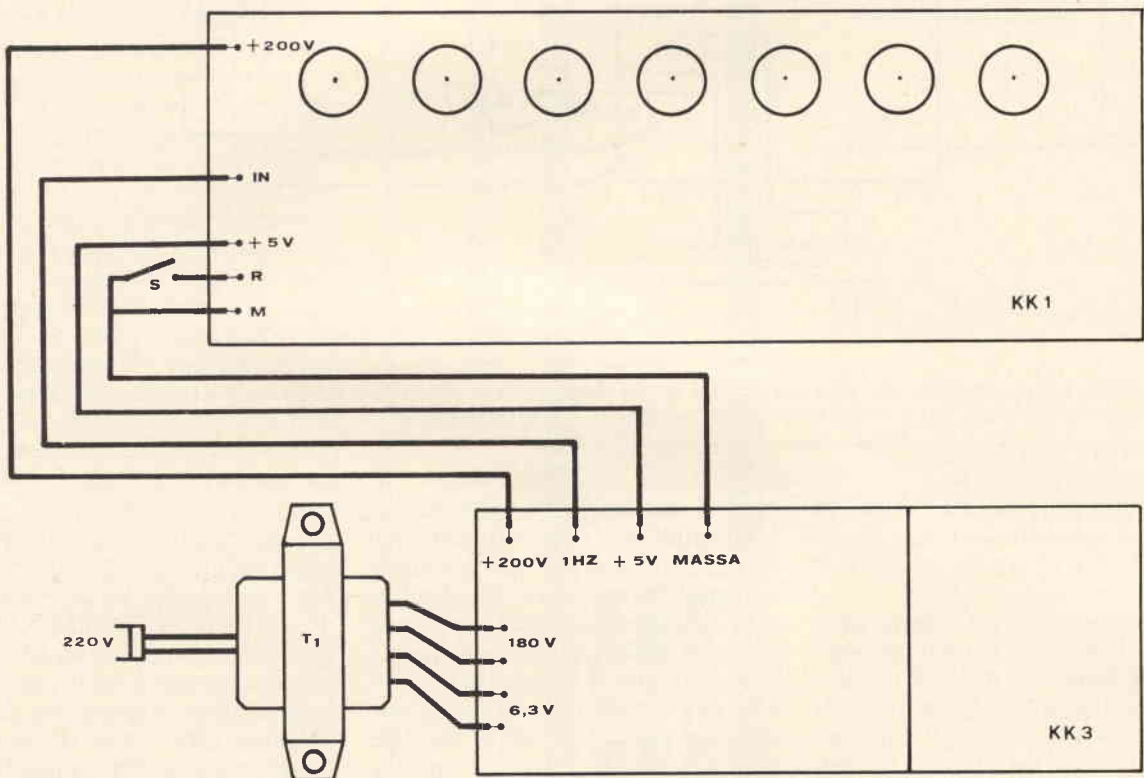

Fig. 5 - Circuito di prova della bassetta di conteggio (vedi testo).
Vedrebbe in tal caso, se tutto funziona perfettamente, un segnale del tipo riportato in fig. 8, ripreso da un oscilloscopio con asse Y posto alla sensibilità di 2 V/cm e la base dei tempi a 250 ms/cm. Terminata questa prima serie di prove con esito positivo, possiamo senz'altro realizzare il circuito di fig. 5 usando oltre al circuito alimentatore KK3, il circuito di conteggio KK1, di cui controlleremo il regolare funzionamento.
fig. 5 dovremo, **con S chiuso**, vedere le valvole nixie illuminarsi e contemporaneamente iniziare il conteggio sulla prima, al ritmo di un secondo. Una volta giunta la prima valvolina al numero 9, essa tornerà allo 0, mentre la seconda segnerà 1 e così via. Non ci resta che controllare che tutte le valvole seguano il normale conteggio di tutti i numeri in ordine.
1) Nello schema di fig. 5 se, dando tensione le valvole si illuminano su di un numero a caso, premete il pulsante di reset: le valvole devono azzerarsi tutte. Nel caso ciò non avvenga per una o più di esse, dovete sostituire la decade SN7490 ad esso relativa, che presenta la porta NAND dell'azzeramento ovviamente difettosa. Questo però è un difetto che capita molto di rado, e solo quando si usano integrati di dubbia provenienza. Comunque, prima di procedere a questa o ad altre sostituzioni di integrati è bene controllare che il montaggio della parte di circuito che interessa l'integrato sospetto sia eseguito correttamente.